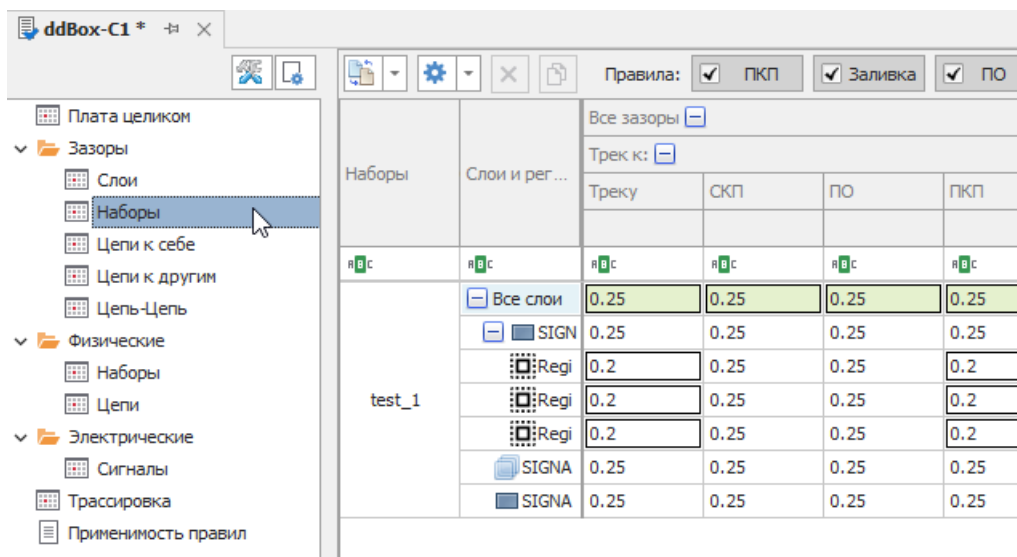

Рис. 55 Создать набор правил
- **Создать набор правил** – набор правил не будет применен к цепям, на основании правил которых был создан. Созданный набор будет помещен в качестве шаблона в раздел «Зазоры» → пункт «Наборы», Рис. 55;